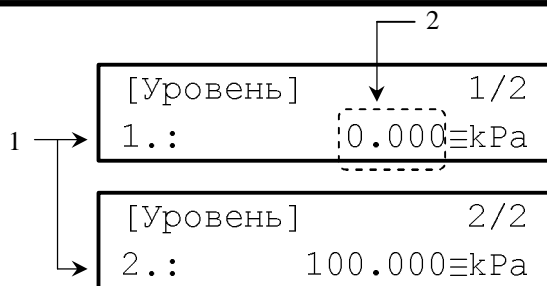

Рисунок 2.15.1
При выбранном пункте «Уровни...» в меню «Редакт.» кнопкой  (либо ) осуществляется вход в режим установки значений уставок сценария (уровней). В данном режиме на экране отображается номер точки (1), для которой необходимо отредактировать уставку (из общего количества точек, установленного пользователем), и значение уставки (2) в выбранных единицах измерения (рис. 2.15.1). Кнопками ,  (либо ) осуществляется выбор редактируемой точки.